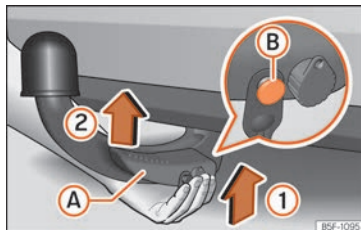

Fig. 255 Colocar bola desmontable / perno de desbloqueo en el estado desplegado
- Sujete la bola desmontable **desde abajo** » » » **fig. 255** y encájela en el alojamiento del